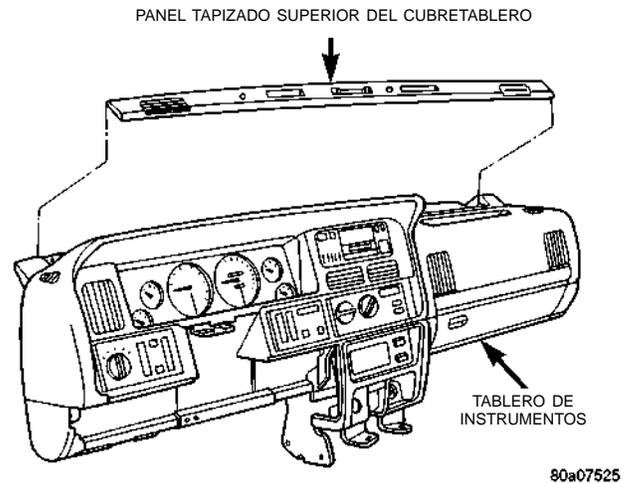

Fig. 21 Desmontaje/instalación del panel tapizado superior del cubretablero
- (1) Desconecte y aisle el cable negativo de la batería.
- (2) Con una herramienta de hoja ancha y plana como por ejemplo una varilla de tapicería, haga palanca con cuidado en el panel tapizado superior del cubretablero para extraerlo del acolchado superior del tablero de instrumentos (Fig. 21).
- (3) Tire del tablero hacia arriba lo suficiente como para desenchufar el conector del mazo de cables para el sensor solar o para retirar el sensor solar del panel tapizado superior del cubretablero, si el vehículo lo tiene instalado.